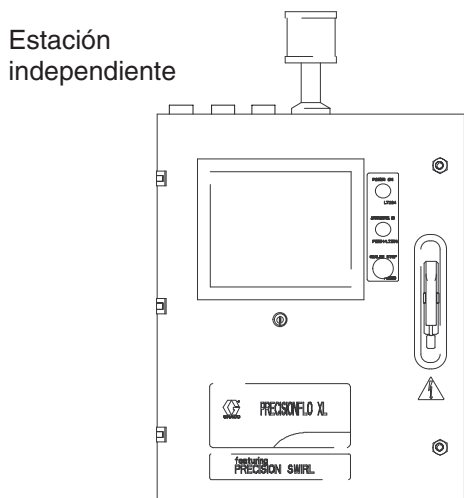

Fig. 88
1. **Independiente** (v.predeterm) – Un Touchscreen independiente (Fig. 88) es la configuración más común. Se trata de una tarjeta PC/104 montada en la unidad de control PrecisionFlo XL que no establece comunicación con ninguna pantalla remota. Visualiza información en la pantalla montada fuera de la unidad de control.